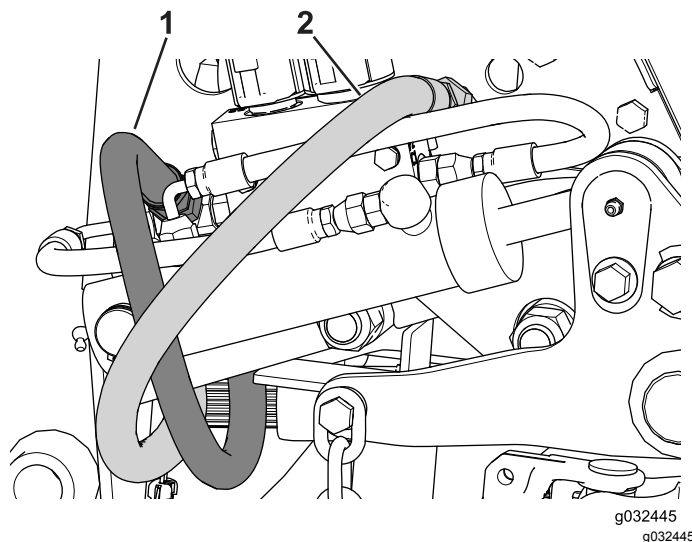

Figura 55
3. Coloque un recipiente adecuado debajo de la válvula, y desconecte las mangueras hidráulicas de la válvula de control (Figura 55).